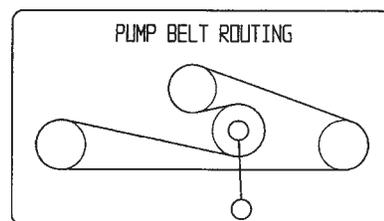

Figure 66
1. Abaissez la poulie de tension rappelée par ressort et enlevez la courroie des poulies du moteur et de la pompe hydraulique (Fig. 66). Enlevez la courroie entre les poulies.
2. Installez la courroie neuve sur les poulies du moteur et de la pompe hydraulique (Fig. 66).
3. Abaissez la poulie de tension rappelée par ressort et alignez-la sous la courroie de transmission, puis relâchez-la (Fig. 66).